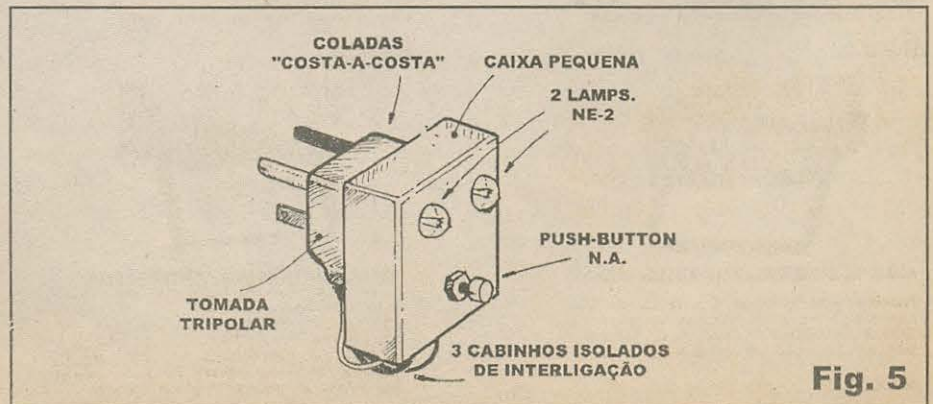

Fig. 5
- FIG. 5 - UMA DAS POSSÍVEIS SOLUÇÕES PARA EMBUTIMENTO/ACABAMENTO DO CIRCUITO... - Se o tamanho do *corpo* do plugue não comportar a plaquinha e os componentes anexos, a solução mostrada será a mais prática: colocar o impresso num pequeno *container* plástico, com as duas Neon e o *push-button* dispostos *nos conformes* da figura. Os três cabinhos isolados correspondentes às já explicadas conexões R-T-R podem, então passar pelo orifício normalmente existente no *rabo* do plugue para tal função, entrando na caixinha por um furo estrategicamente feito... Finalizando, o pequeno *container*